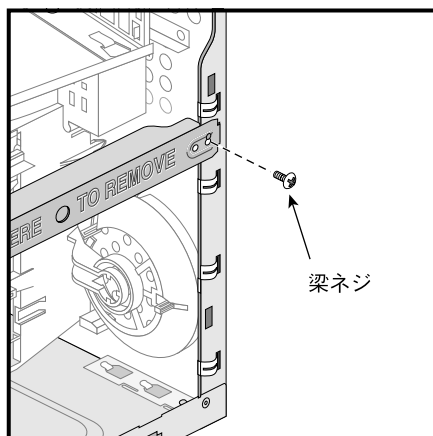

図 2-3 梁ネジの取り外し
2. 梁の右側にある梁ネジを外します。図2-3にネジの位置を示します。